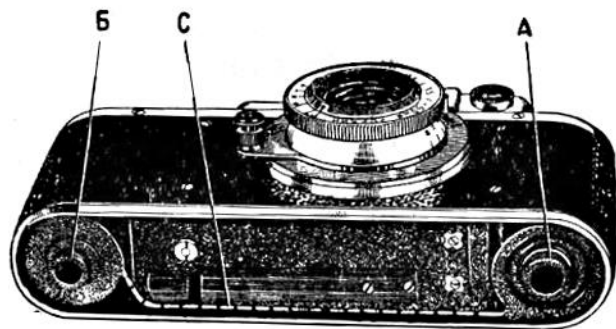

Рис. 3.
1. Выньте из аппарата катушку «Б», принимающую заснятую пленку (рис. 3).